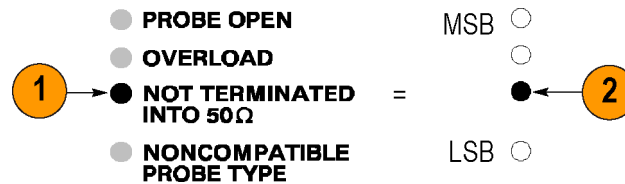

図 26: エラー・コード表示の意味
3. ON/STANDBY スイッチの上の 4 つの障害インジケータが、4 ビットのバイナリ・エラー・コードを表します。(45 ページの 図 26 参照)。エラー・コードは表に定義されています。(45 ページの 表 6 参照)。
2. この 4 ビットのバイナリ・コード (0010) は、エラー・コード 2、DC オフセットでのヌル・エラーが発生、を意味しています。(図 26 参照)。